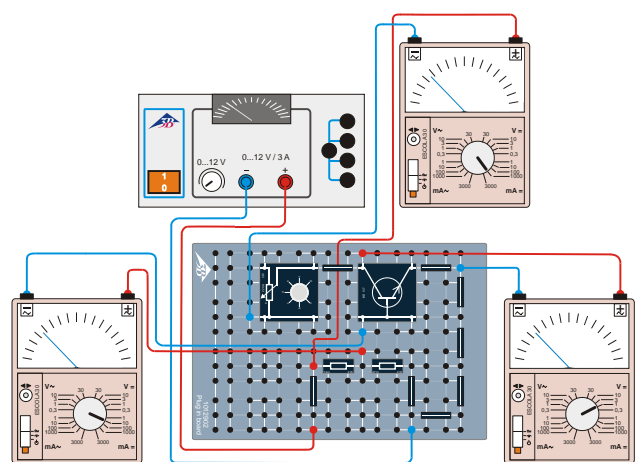

Fig. 5: Schema elettrico per la registrazione della caratteristica di uscita.
- Realizzare il circuito secondo Fig. 5. Sostituire il potenziometro $1\text{ k}\Omega$ con la resistenza $47\text{ k}\Omega$. Inserire inoltre il potenziometro $220\ \Omega$ a monte del collettore. I tre multimetri analogici collegati servono per il controllo dell'intensità di corrente di base I_B così come per la misurazione della tensione dell'emettitore-collettore U_{CE} e dell'intensità di corrente del collettore I_C .